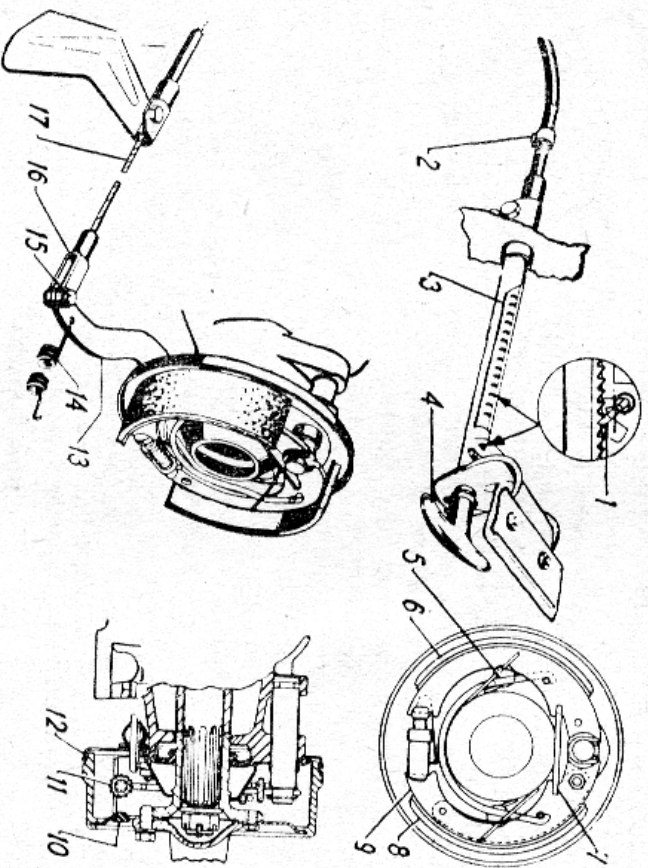

Рис. 71. Ручной тормоз.
2. Через регулировочную шель в тормозном барабане отверстием верните регулировочную гайку 11 (рис. 71) так, чтобы барабан отвинтия рук не проворачивался.